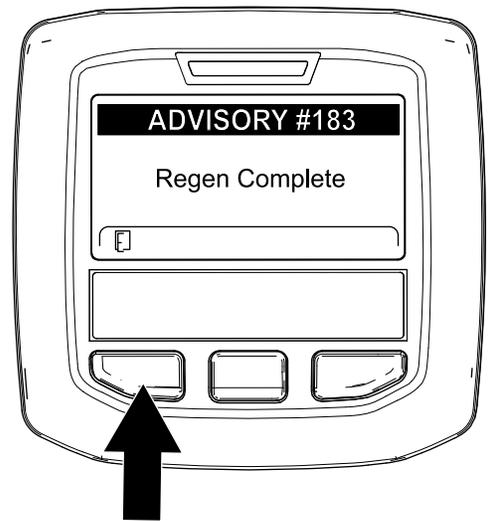

Figura 59
- Cuando el ordenador del motor finaliza una regeneración con la máquina aparcada o una regeneración de recuperación, el InfoCenter muestra ADVISORY #183 (Aviso n.º 183) (Figura 59). Pulse el botón de la izquierda para salir a la pantalla de inicio.
**Nota:** Si la regeneración no se realiza correctamente, el InfoCenter muestra Advisory #184 (Aviso n.º 184) (Figura 59). Pulse el botón de la izquierda para salir a la pantalla de inicio.